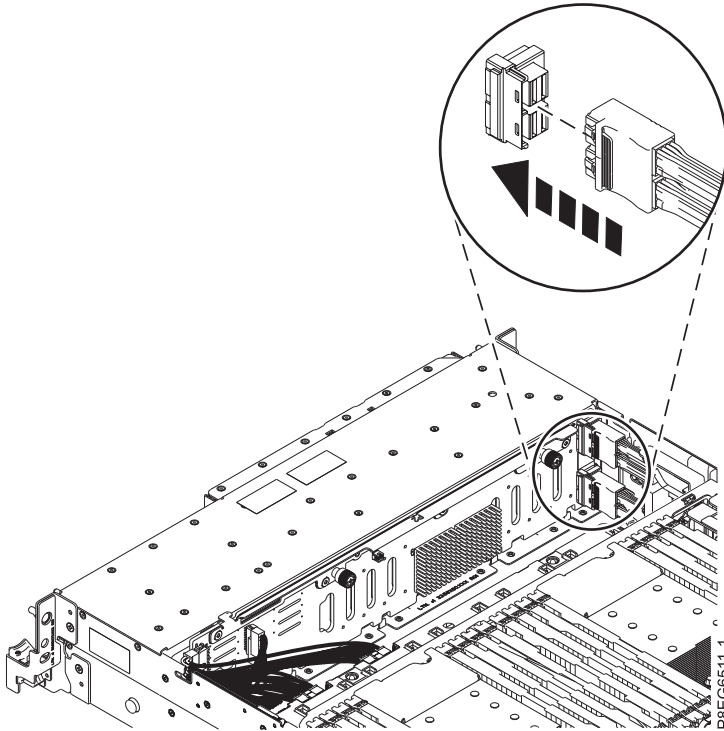

Abbildung 9. SAS-Kabel wieder anschließen
9. Verbinden Sie die vorderen SAS-Kabel wieder mit dem Anschluss an der Rückwandplatine des Plattenlaufwerks, wie es in Abb. 9 auf Seite 10 dargestellt ist. Schieben Sie den Stecker ein, bis die Steckersperre einrastet.